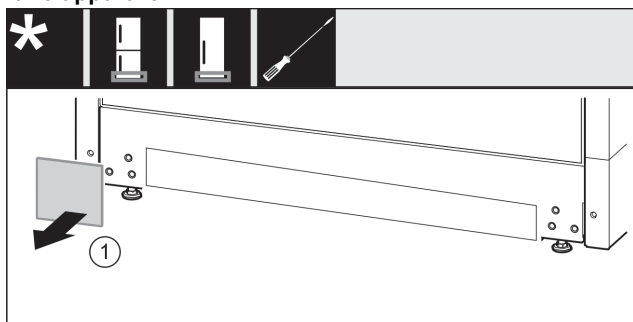

Fig. 11
- ▶ Tag afdækningen af. Fig. 11 (1)